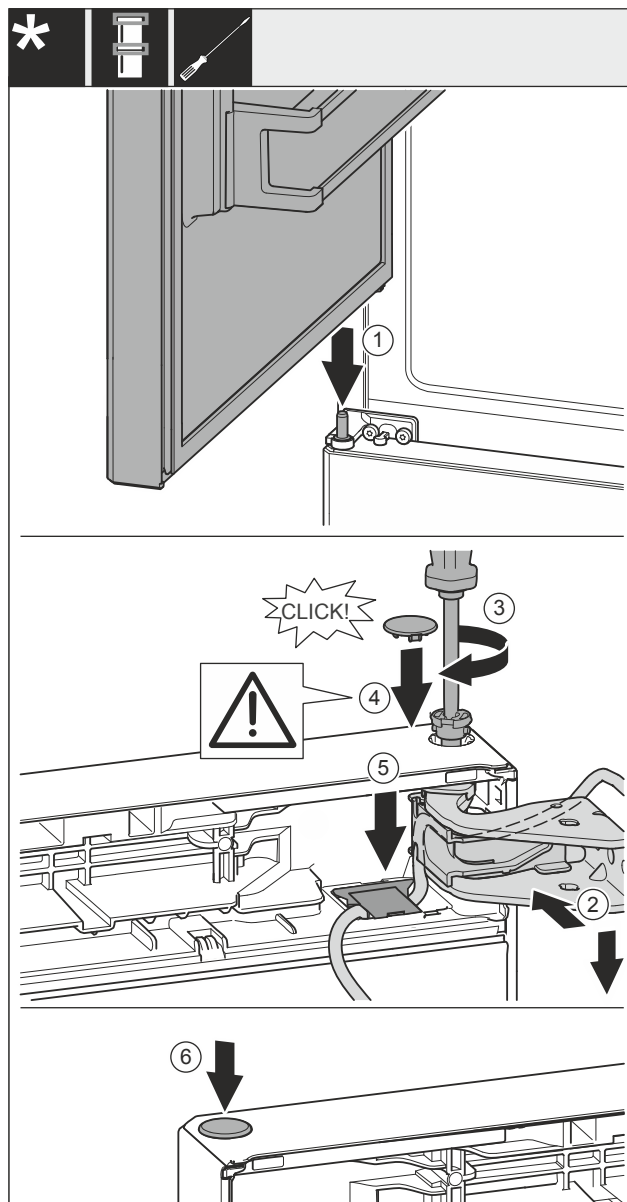

Fig. 36
- ▶ Posizionare la porta superiore sul cuscinetto di supporto centrale Fig. 36 (1).
- ▶ Allineare la porta superiore all'apertura nella staffa di supporto Fig. 36 (2).
- ▶ Inserire i perni Fig. 36 (3) e stringerli con un cacciavite.
- ▶ Inserire la copertura Fig. 36 (4).
- ▶ Controllare che la copertura Fig. 36 (4) poggi sulla porta.
- ▶ Inserire la copertura Fig. 36 (5) e spingere verso il basso, finché non si innesta.
- ▶ Inserire la copertura Fig. 36 (6).